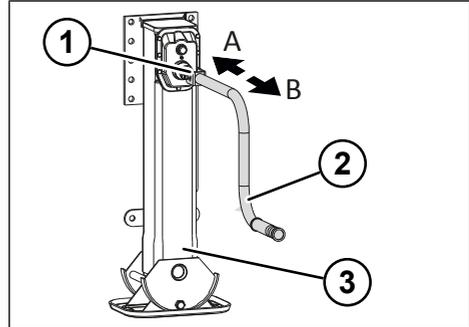

Fig. 5-3: Vitesse de charge et vitesse rapide des béquilles
- ▶ Enclencher la vitesse rapide en tirant la manivelle (voir "Fig. 5-3: Vitesse de charge et vitesse rapide des béquilles", p. 28).
- ▶ Enclencher la vitesse de charge en poussant la manivelle (voir "Fig. 5-3: Vitesse de charge et vitesse rapide des béquilles", p. 28).
- ▶ Régler la vitesse de charge en poussant la manivelle (voir "Fig. 5-3: Vitesse de charge et vitesse rapide des béquilles", p. 28).
- ▶ Régler la vitesse rapide en tirant la manivelle (voir "Fig. 5-3: Vitesse de charge et vitesse rapide des béquilles", p. 28).